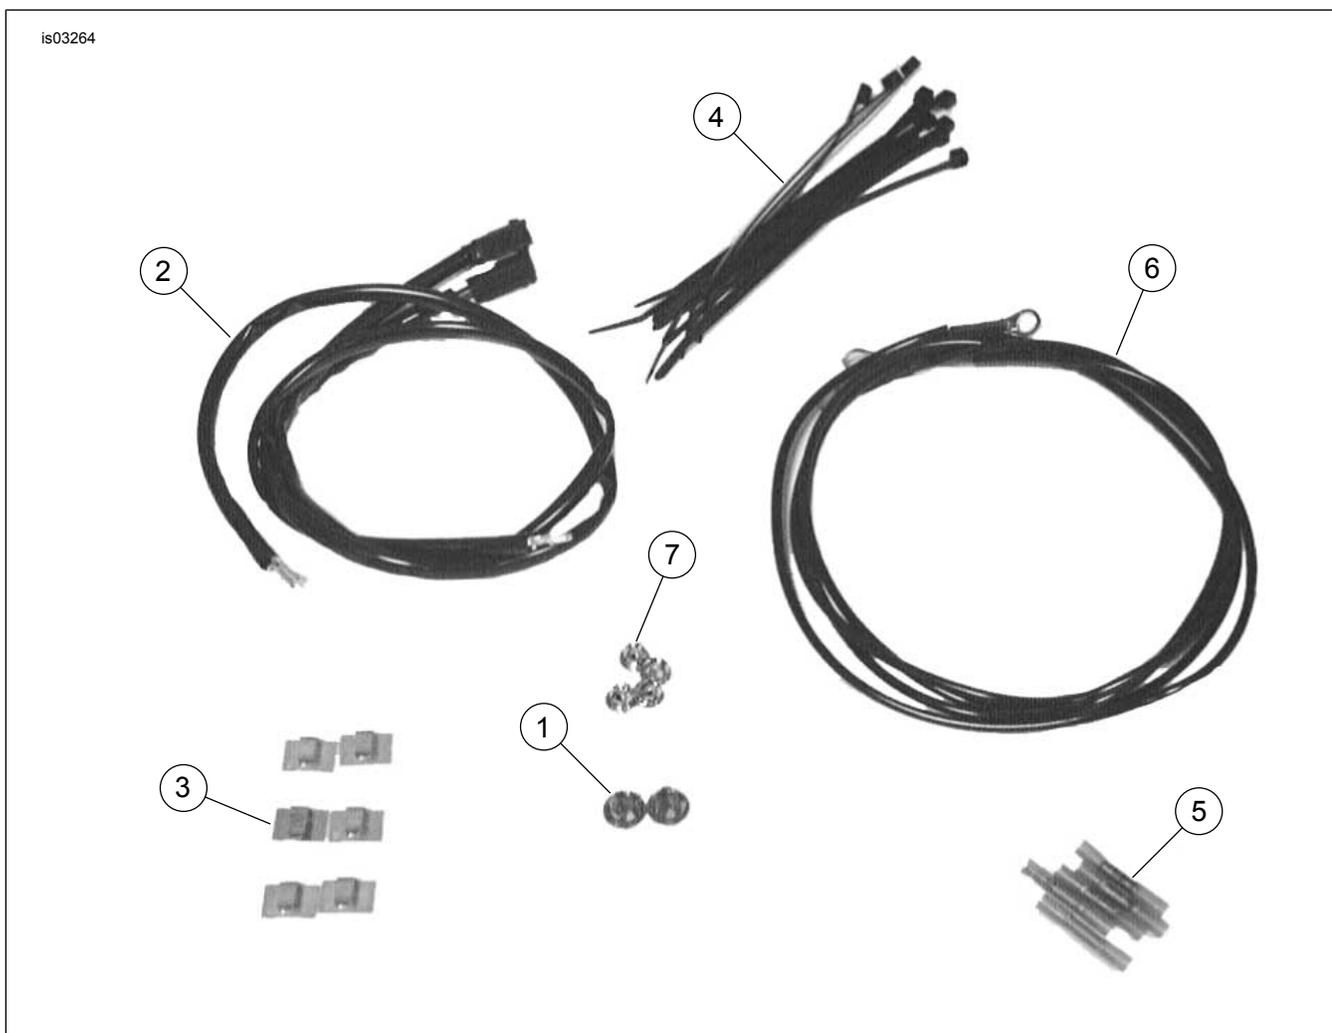

Figure 19. Pièces détachées : kit de câblage de feu de direction (72509-00)
- a. Mesurer et couper une section de fil du faisceau de fils (Figure 19, élément 2) fourni dans le kit.
- c. À l'aide de connecteurs bout à bout (Figure 19, élément 5), épisser un cavalier entre le fil d'origine et l'extrémité de borne.